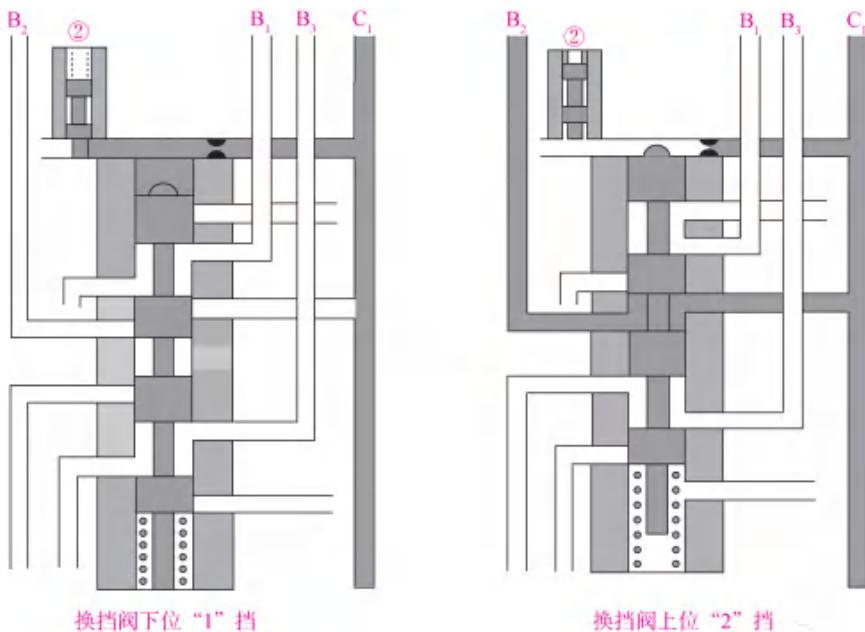

图 3-4 换挡阀的工作过程
如图 3-4 所示,当 ECU 不对电磁阀②通电时,管路压力作用在阀芯上端,迫使阀芯下移,离合器 C1 工作,变速器处于 1 挡。当 ECU 对电磁阀②通电时,作用在阀芯上端的管路压力由电磁阀②排放掉,阀芯在弹簧力作用下上移,打开制动器 B2 的油路使其工作,变速器换入 2 挡。